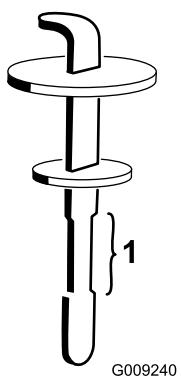

Figura 89
4. Retire la varilla del cuello de llenado y límpielala con un paño limpio. Inserte la varilla en el cuello de llenado; luego retírela y compruebe el nivel del aceite. El nivel del aceite debe estar dentro del intervalo de operación segura de la varilla (Figura 89).